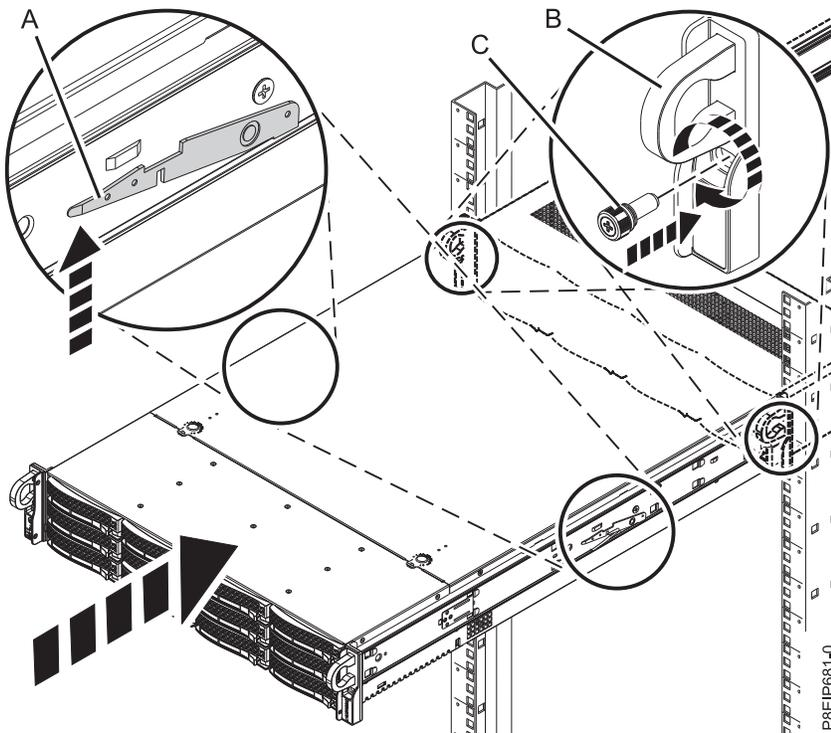

Figura 99. Colocación del sistema en la posición operativa
4. Libere los pestillos de seguridad del riel (A) estirándolos hacia arriba, tal como se indica en Figura 99, después, empuje el sistema para que quede totalmente dentro del bastidor.